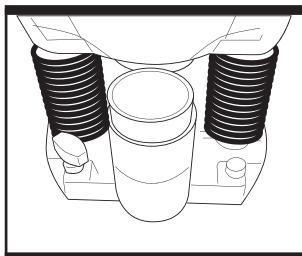

Fig. 2
2. USING THE VACUUM ADAPTOR (Fig. 2)